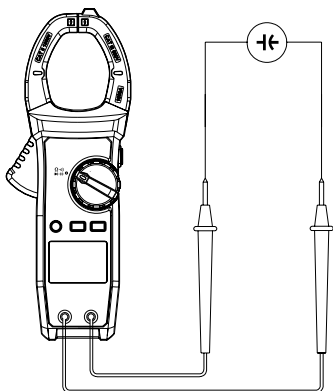

Рис.10. Измерение ёмкости
- 2) Установите переключатель в режим  $\bullet \cdot 1$ ), нажмите SELECT для выбора режима измерения емкости  $\rightarrow \leftarrow$  (см. рис. 10).